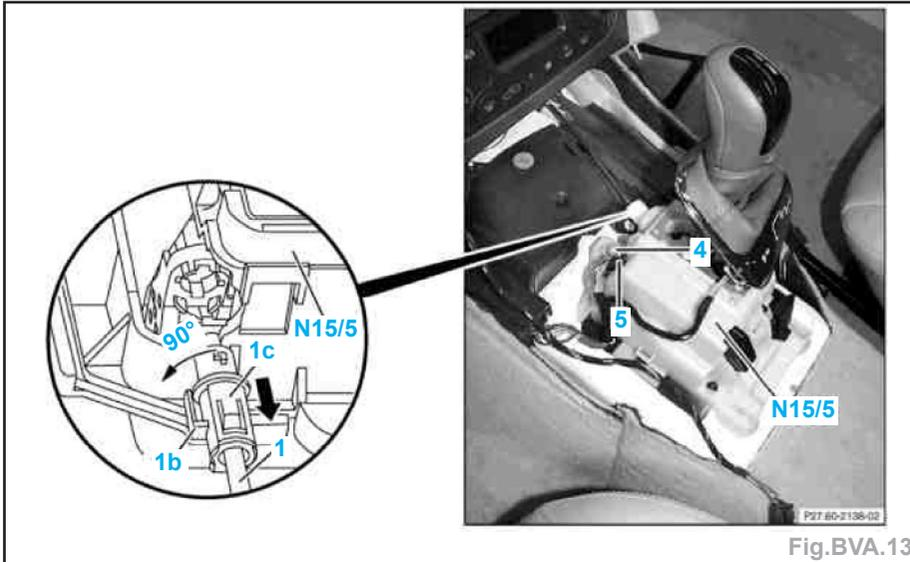

Fig. BVA.13
- le câble de commande du contacteur anti-vol (1) du calculateur module de sélecteur électronique (N15/5) (Fig. BVA.13).